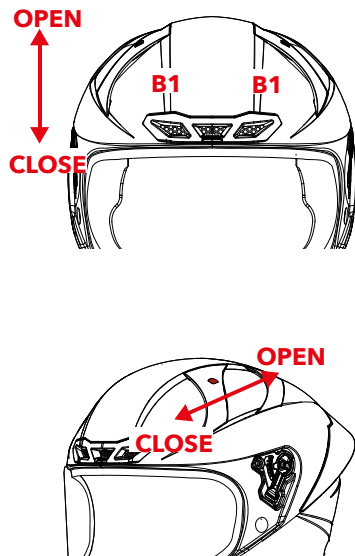

FIGURA 6
AIRE – B1 – Figura 6
- Figura 6: mueva el cursor hacia arriba para abrir las salidas de aire / mueva el cursor hacia abajo para cerrar las salidas de aire.